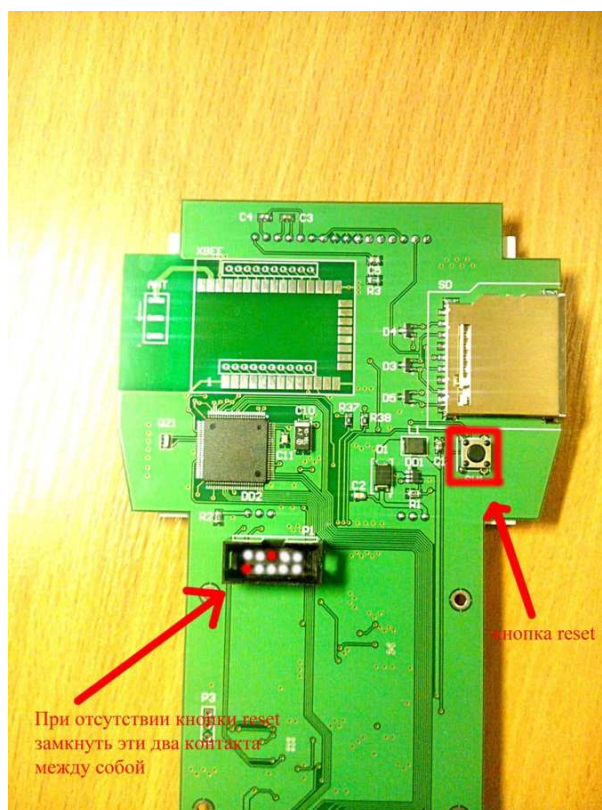

Рисунок 31.
7.8.2. Пульт управления «завис». Необходимо перезагрузить пульт управления. Для этого нужно снять заднюю крышку пульта, раскрутив удерживающие ее четыре винта. На печатной плате чуть ниже разъема для SD-карт расположена небольшая черная кнопка перезагрузки пульта (см. рис. 31). После нажатия на эту кнопку экран пульта должен включиться и пульт продолжит работу в штатном режиме.